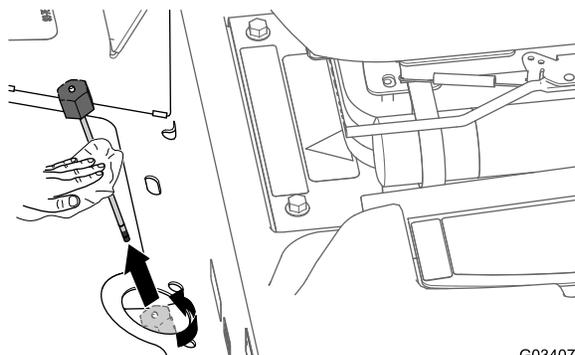

Figura 80
2. Allentate il tappo dell'asta di livello (Figura 80) e togliete l'asta dal tubo di riempimento del transaxle, poi pulite l'asta di livello con un panno pulito.